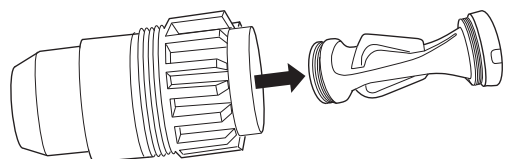

Figure 7
5. Retirez le diaphragme (voir la Figure 7) et l'examinez pour vérifier l'usure et rincez-le minutieusement avec de l'eau. Remplacez-le au besoin.